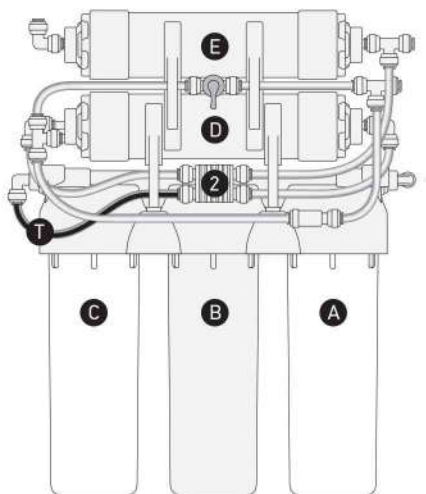

Рис.4. Схема подсоединения трубки (Т) к управляющему клапану (2).
Соединить трубкой (Т) (входит в комплект поставки) выходной фитинг третьей ступени (С) с свободным фитингом управляющего клапана (2) согласно схеме на Рис.4.
- Расположить накопительный бак (7) в удобном для эксплуатации месте.